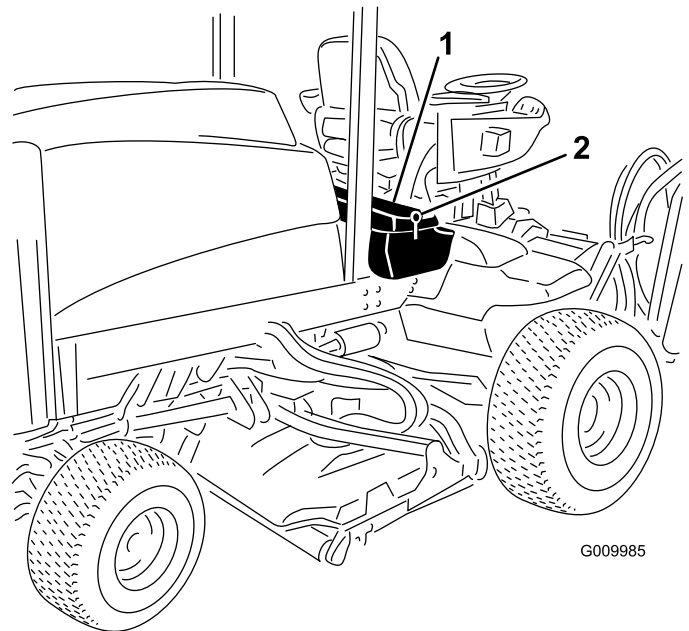
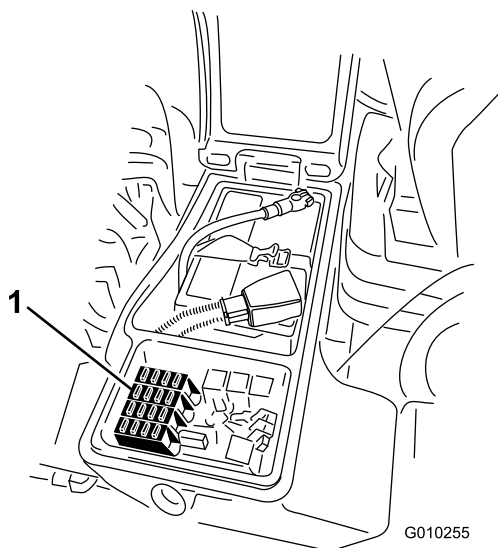

Figura 50
Figura 51
1. Afloje el enganche de la cubierta de la caja de almacenamiento derecha y eleve la cubierta (Figura 50) para exponer el bloque de fusibles (Figura 51).
2. Sustituya el fusible o los fusibles abiertos tal y como sea necesario (Figura 51).
3. Cierre la cubierta de la caja de almacenamiento derecha y fíjela con el enganche (Figura 50).